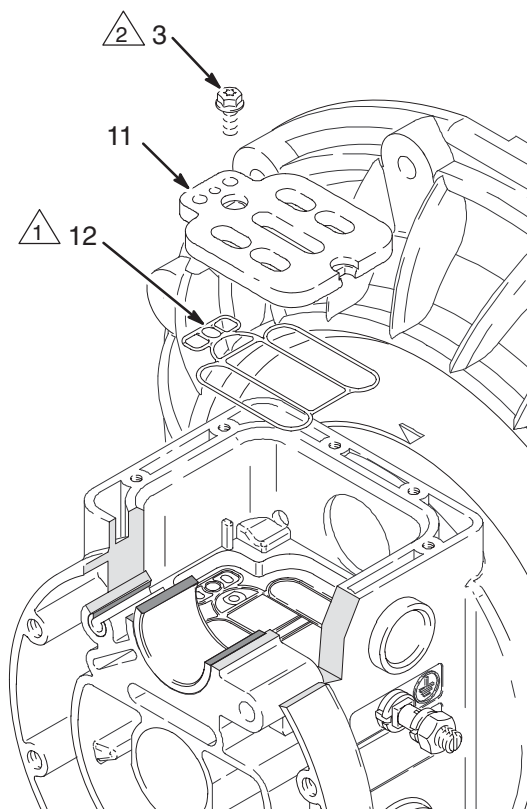

Fig. 6
2. À l'aide d'une Clé à pipe de 7 mm ou 9/32 in. ou d'un tournevis T20 Torx®, démonter les vis (3), le capot de la vanne d'air (5) ainsi que le joint du capot (20).
3. Amener la vanne principale (6) en position médiane et la sortir de sa cavité. Extraire le bloc de pilotage (16) à l'aide d'une pince à bec effilée en le retirant tout droit vers le haut.
4. Extraire les deux pistons actionneurs (7) des paliers (8). Retirer les joints en U (9) des pistons. Extraire les tiges d'inversion (18) des paliers (17). Retirer les joints toriques (19) du corps de pompe (2) à l'aide d'une tige d'extraction.
5. Inspecter la plaque de vanne (11) en place. Si elle est endommagée, utiliser un tournevis de type Torx® T20 ou une clé à pipe de 7 mm ou 9/32-in. pour retirer les vis (3).
6. Retirer la plaque de vanne (11) et le joint (12). Voir Fig. 6.
Pour les points 1 à 3, voir Fig. 6.